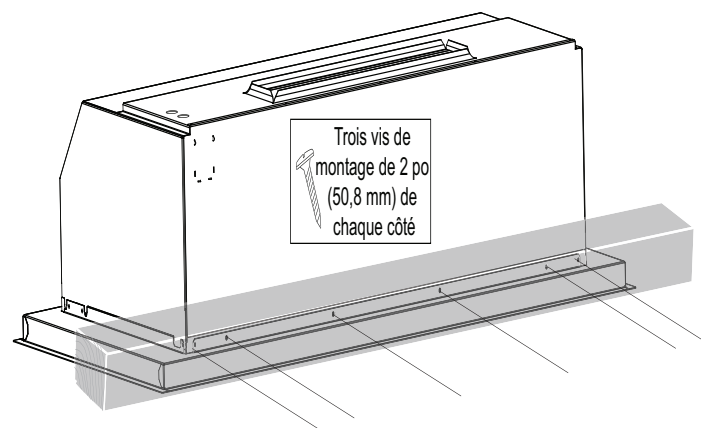

Figure 37 : Vis latérales des modèles VCIB
- b) Fixez l'arrière du boîtier à l'aide de six vis de montage de 2 po (50,8 mm), comme illustré sur la Figure 37.